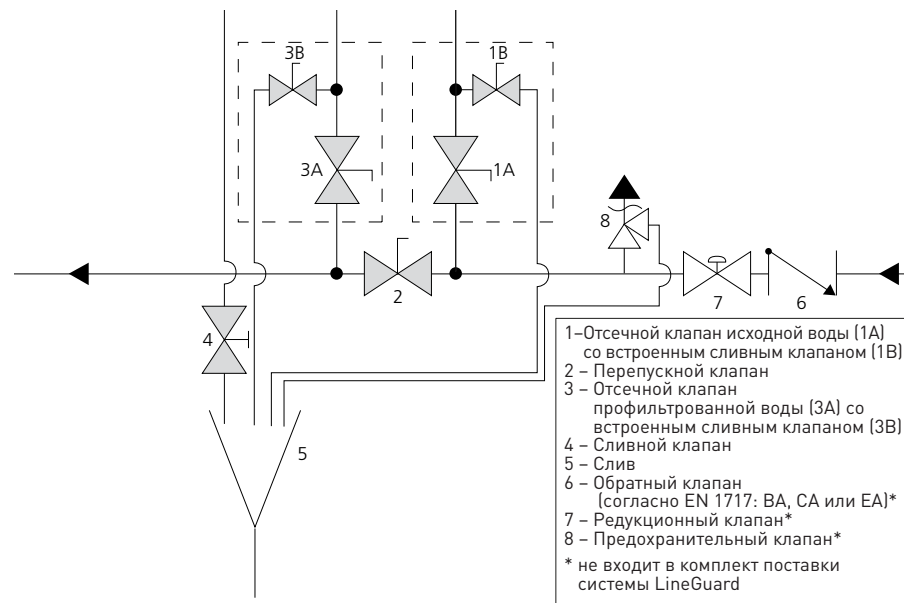

Рис. 2. Частичная схема трубопроводной разводки
Отсечные клапаны должны быть установлены непосредственно на трубе подачи исходной воды и на трубе отвода профильтрованной воды системы LineGuard (рис. 2, поз. 1 и 3). Применять отсечные клапаны со встроенными сливными клапанами рекомендуется для упрощения установки. Настоятельно рекомендуется использовать полностью интегрированный управляемый обратный клапан (превентор обратного потока) на стороне подачи исходной воды. Это обеспечит эффективную защиту системы питьевого водоснабжения от загрязнения. Если в системе предполагается повышение давления воды выше 4 бар, необходимо установить редукционный и предохранительный клапаны (рис. 2, поз. 7 и 8) между главным отсечным клапаном и системой LineGuard. Диаметр сливного трубопровода должен быть по меньшей мере вдвое больше, чем диаметр подводящих трубопроводов (44 мм или 2 дюйма). Необходимо учесть, что пропускная способность сливной линии должна быть достаточной для полной утилизации потока воды при выполнении промывных циклов. Базовое правило можно сформулировать так: измерять поток в водопроводной системе следует до монтажа системы LineGuard (максимальный поток в определенной точке системы). Пропускная способность сливной линии должна быть не меньше этого значения потока. Если это по какой-либо причине не представляется возможным, рекомендуется установить на сливной трубе регулировочный клапан. Настроить этот клапан можно в ходе процедуры запуска (см. п. 3.5). Впоследствии этот клапан следует обязательно опечатать.
- Закройте отсечные клапаны (рис. 2, поз. 1А, 2 и 3А).
- Если пропускная способность сливного трубопровода недостаточна, вода начнет вытекать из сливного отверстия. Чтобы предотвратить это, настройте сливной клапан (4). Впоследствии этот клапан следует обязательно опечатать.